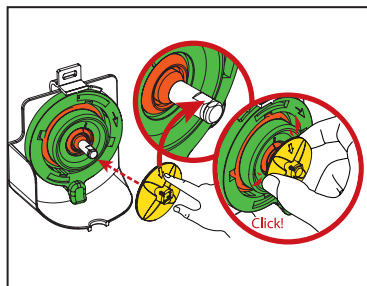

Bild 3
2. Sätt tillbaka monteringsplattan på motorn och axeln. Se till att pilen på vispen är riktad mot axelns plana yta. Tryck på vispen på axeln tills den klickar på plats. (Se bild 3)